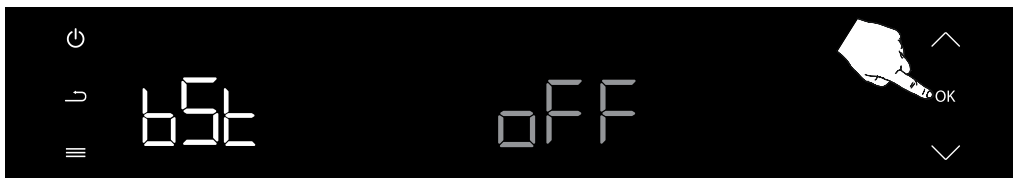

Abbildung 105
Drücken Sie einmal die Bestätigungstaste (OK), um die OFF Standortauswahl zu bestätigen. (siehe Abb. 105) Das Vorheizen (⤴) ist dann ausgeschaltet.